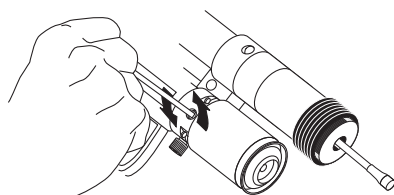

Fig. 5
2. Allentare il tappo di sfogo dello sfianto aria con la chiave a brugola (3 mm) in dotazione come illustrato nella Fig. 5.